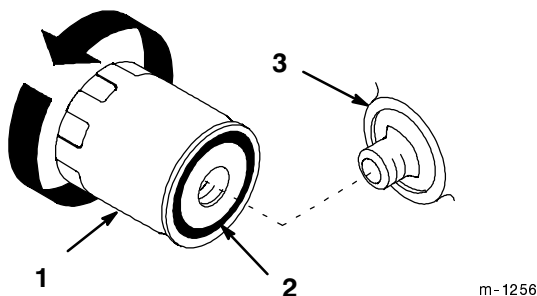

Figure 26
3. Déposer le filtre usagé et essuyer la surface du joint de l'adaptateur de filtre (Fig. 26).
5. Enduire le joint de caoutchouc du filtre neuf d'une mince couche d'huile propre et fraîche (Fig. 26).
6. Monter le nouveau filtre à huile sur l'adaptateur. Visser le filtre dans le sens des aiguilles d'une montre jusqu'à ce que le joint de caoutchouc touche l'adaptateur, puis le visser encore de 1/2 tour supplémentaire (Fig. 26).